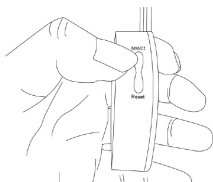

Fig. 2.3
- Premere MM/Ct (**Fig. 2.3**) per eseguire la conversione tra dimensione in millimetri o peso in carati.
- Chiudere lentamente il meccanismo di scorrimento (**Fig. 2.5**), la lettura verrà visualizzata direttamente nella finestra del display. Premere MM/Ct (**Fig. 2.3**) per eseguire la conversione tra dimensione in millimetri o peso in carati.